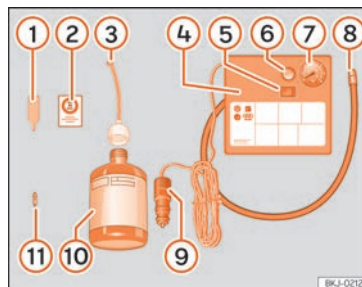

Fig. 104 Rappresentazione standard: contenuto del kit per la riparazione degli pneumatici.
Il kit per la riparazione degli pneumatici si trova nel vano del bagagliaio sotto il rivestimento della superficie di carico. Include i seguenti componenti » **fig. 104:**
Riavvitare il tubo di gonfiaggio » fig. 104 ⑧ e controllare la pressione di gonfiaggio dello pneumatico sull'indicatore ⑦.